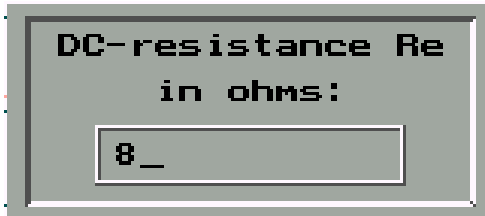
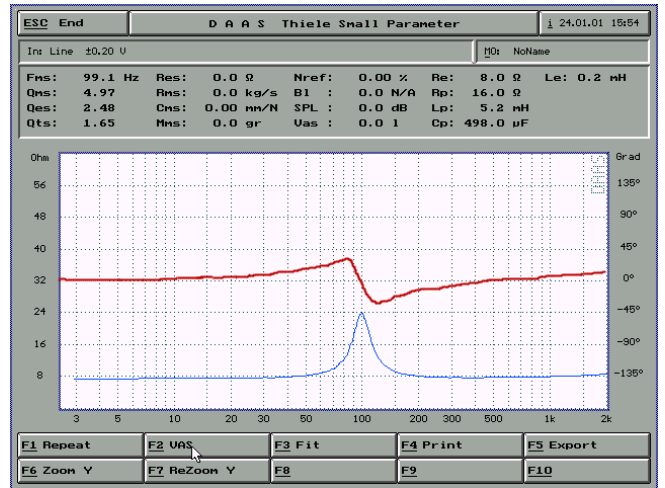

图 7-5
图 7-6
4) 点击F1 ok出现如图7-5界面输入喇叭的直流电阻-出现TS参数界面如图7-6